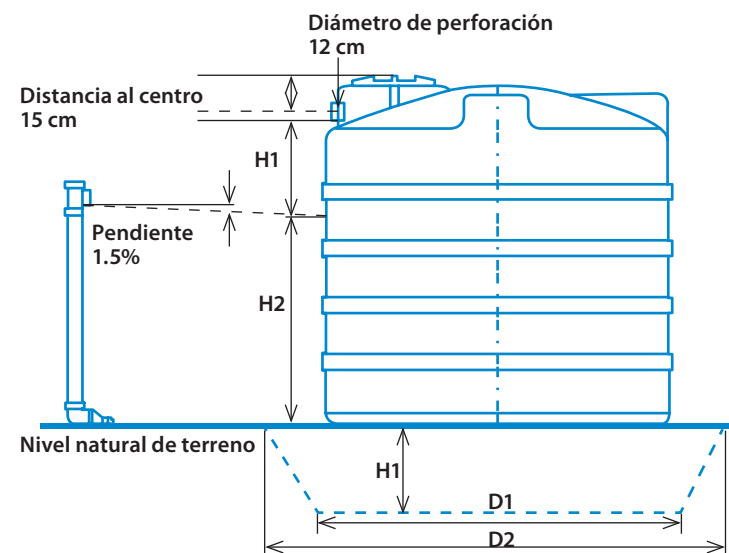

Fig. 22. Dimensiones para la excavación e instalación del Tanque.
5. En caso de que H1 sea mayor que cero, entonces realice una excavación cilíndrica con un diámetro de 270 cm. hasta la profundidad calculada H1. En caso de que existan deslaves, agrande el diámetro superior realizando un talud en la excavación hasta que el diámetro exterior (D2) llegue a un máximo de 3 metros. Ver Fig. 22.